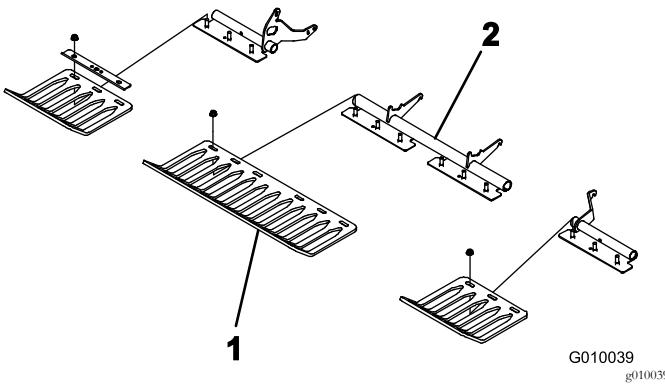

Bild 23
4. Befestigen Sie die Rasenschutzvorrichtungen mit 4 Rasenschutzklemmen und 12 Bundmuttern lose an den Halterungen der Rasenschutzvorrichtung (Bild 23). Ziehen Sie die Bolzen nicht fest.
Hinweis: Die Rasenschutzklemmen und die Bundmuttern sind bei der Lieferung an den Halterungen der Rasenschutzvorrichtung befestigt (Bild 23).